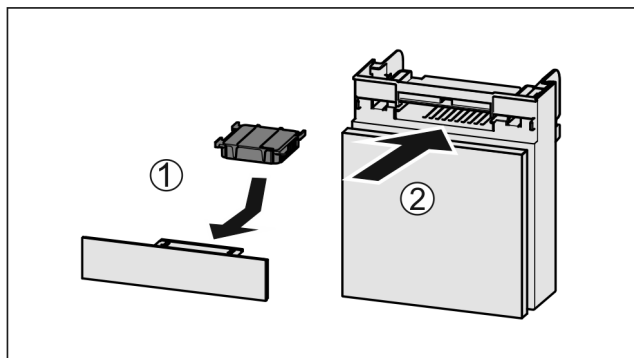

Fig. 137
- Actievekoolfilter overeenkomstig afbeelding aanbrengen Fig. 137 (1).
- Lade erin schuiven Fig. 137 (2).